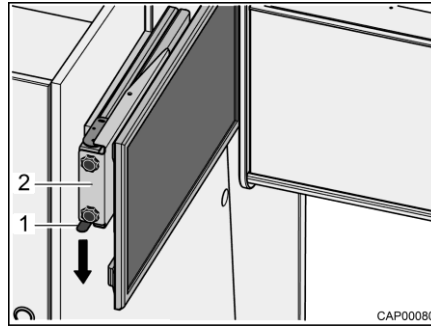

Bild 34 Auszug mit Flachbildschirm
- Rastfeder (Bild 34,1) nach unten drücken und Auszug (Bild 34,2) mit Flachbildschirm waagrecht in Richtung Fahrzeugmitte herausziehen.
- Auszug (Bild 34,2) mit Flachbildschirm waagrecht bis zum Anschlag schieben. Die Rastfeder (Bild 34,1) rastet hörbar ein.